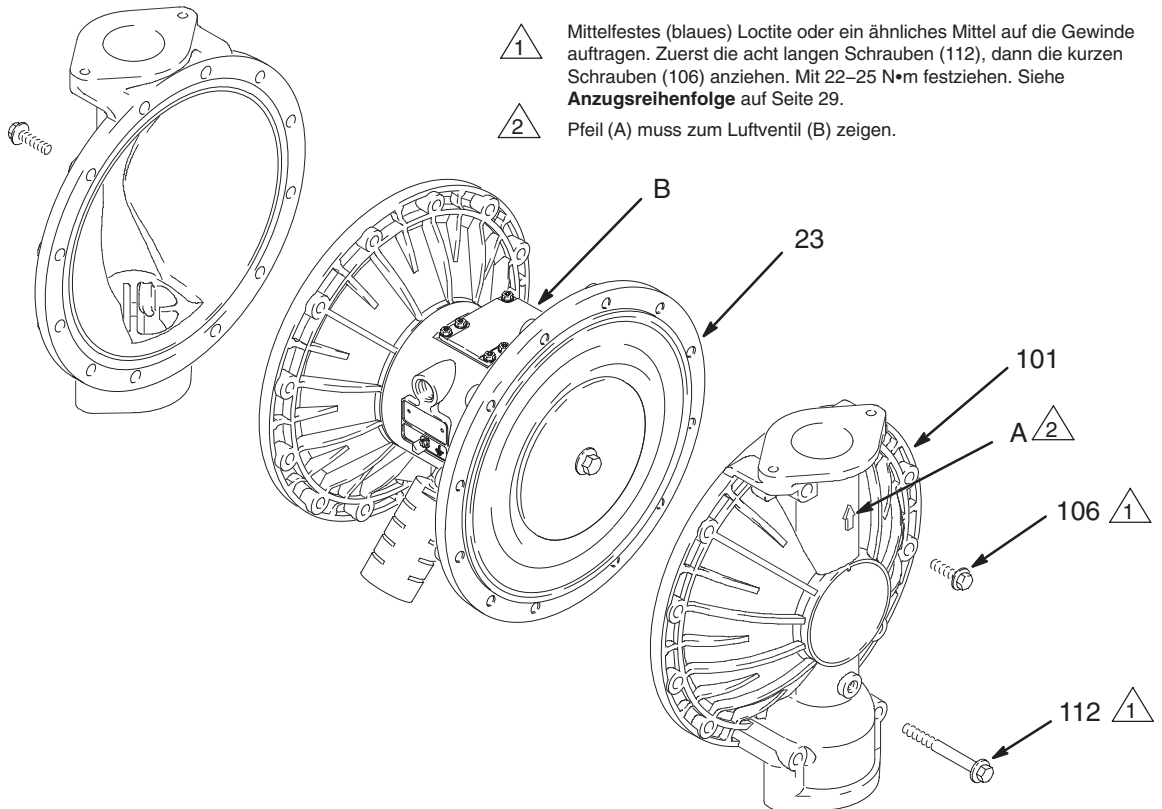

Abb. 11
3. Mit einem 10-mm- und einem 13-mm-Steckschlüssel die Schrauben (106 und 112) lösen, mit denen die Flüssigkeitsabdeckungen (101) an den Luftabdeckungen (23) befestigt sind. Die Materialabdeckungen (101) von der Pumpe abnehmen. Siehe Abb. 11.
- b. Die materialseitige Stauscheibe (105) so an der Schraube befestigen, dass die abgerundete Seite nach innen zur Membran (401) zeigt.
- c. *Nur bei PTFE-Modellen:* die PTFE-Membran (403\*) einbauen. Sicherstellen, dass die mit der Aufschrift AIR SIDE gekennzeichnete Seite zum zentralen Gehäuse weist (1).
- d. Die Membran (401\*) an der Schraube anbringen. Sicherstellen, dass die mit der Aufschrift AIR SIDE gekennzeichnete Seite zum zentralen Gehäuse weist (1).
- e. Die Stauscheibe der Luftseite (104) so einbauen, dass die vertiefte Seite zur Membran (401) weist.
- f. Mittelfestes (blaues) Loctite® oder ein ähnliches Mittel auf die Gewinde der Schrauben (107) auftragen. Bolzen (107) handfest in die Welle (24) schrauben.
3. Die Membranwelle (24) der Länge nach und an den Enden fetten und durch das Gehäuse (1) schieben.
5. Eine Wellenschraube (107) mit dem Schlüssel festhalten und die andere Schraube mit einem Drehmoment von 27–34 N•m bei maximal 100 U/min anziehen.
6. Die Materialdeckel (101) und das zentrale Gehäuse (1) so ausrichten, dass die Pfeile (A) auf den Deckeln in die gleiche Richtung zeigen wie das Luftventil (B). Die Abdeckungen mit den Schrauben (106 und 112) von Hand anziehen. Die längeren Schrauben (112) in die Öffnungen oben und unten an den Abdeckungen einschrauben. Siehe Abb. 11.
7. Zunächst die längeren Schrauben (112) mit einem 13 mm-Steckschlüssel entgegengesetzt und gleichmäßig auf 22–25 N•m anziehen. Dann die kürzeren Schrauben (106) mit einem 10-mm-Steckschlüssel anziehen. Siehe **Anzugsreihenfolge**, Seite 29.